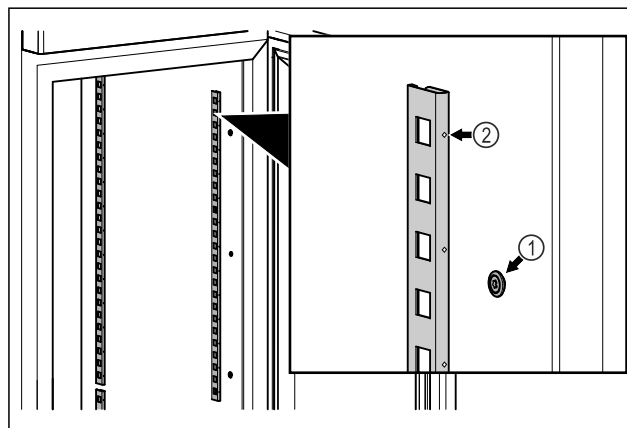

Fig. 58 Shembull ilustrues
- ▶ Futni shiritat e kapjes në vendin e varjes Fig. 58 (1). Shënimi Fig. 58 (2) duhet të jetë i drejtuar nga përpara.